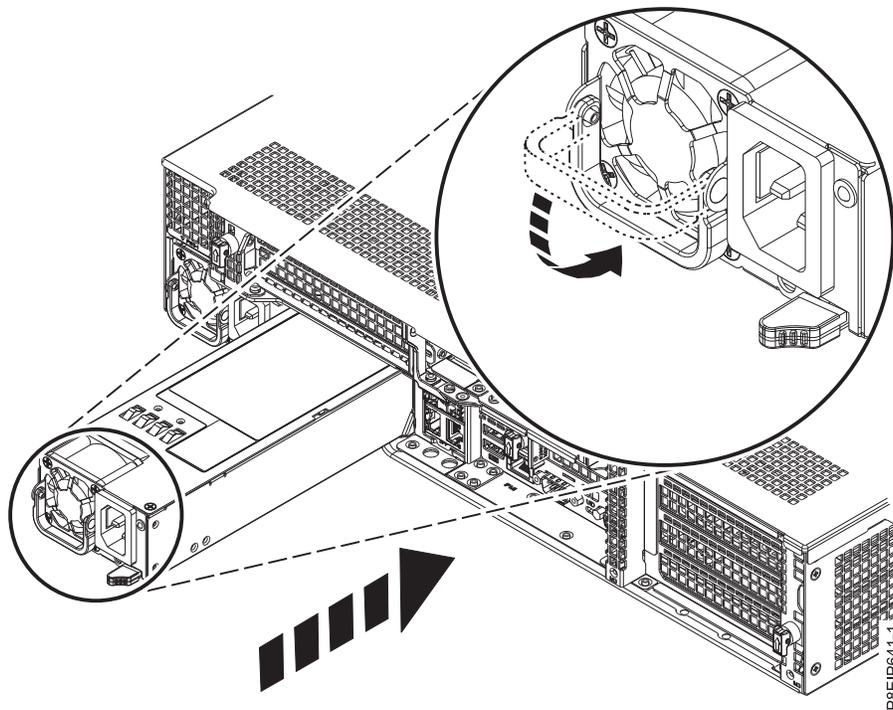

Figure 94. Remplacement d'une alimentation dans le système
2. Alignez l'alimentation avec la baie comme indiqué dans la figure 94. Le ventilateur se trouve à gauche et le connecteur à droite. Faites glisser l'alimentation dans le système jusqu'à son enclenchement.